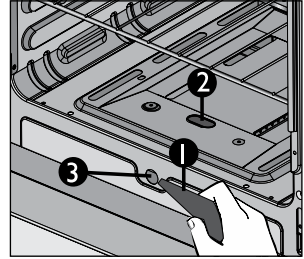

Figura 38
- Abra la puerta del horno. Localice la perforación para la ignición en el centro del difusor (Ver figura 38).
- Prenda un encendedor manual o cerilla y acérquelo a la perforación de ignición ubicada en la zona delantera del difusor o a la perforación ubicada en el frente del difusor según sea el modelo (Ver figura 38).